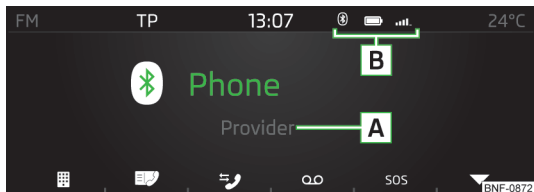

Abb. 111
- › Im Hauptmenü *Telefon* die Funktionstaste » **Abb. 111 auf Seite 89** drücken.
➤ Zur **Anzeige** im Hauptmenü *Telefon* die Funktionstaste » **Abb. 111** auf Seite 89 drücken.
- › Im Hauptmenü *Telefon* die Funktionstaste ▼ » **Abb. 111 auf Seite 89** drücken.
- › Zur **Anzeige** im Hauptmenü *Telefon* die Funktionstaste **[i]** » **Abb. 111 auf Seite 89** drücken.